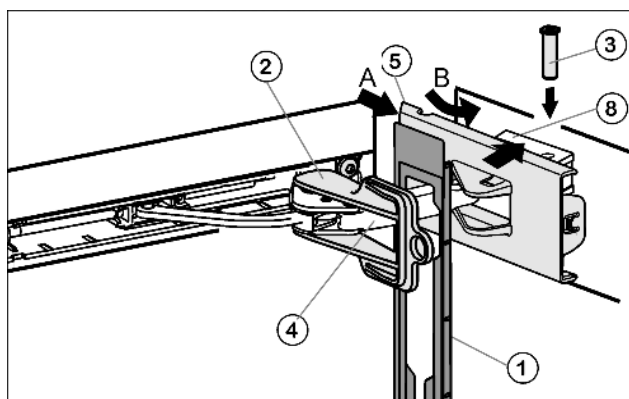

*Fig. 22*
- ▶ Освободите крышку *Fig. 22 (9)* из накладки *Fig. 22 (1)* и снова установите её на другой стороне.
- ▶ Прикрутите узел амортизатора закрывания двери. (2 шт. Torx® 15) *Fig. 22 (7)*